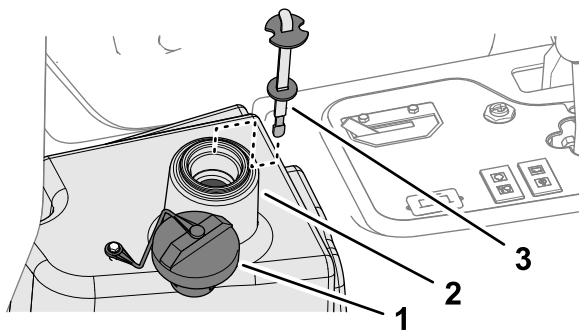

Bild 95
4. Füllen Sie den Behälter (Bild 95) mit ca. 22,7 Liter Hydrauliköl; siehe Hydrauliköl – technische Angaben \(Seite 64\).